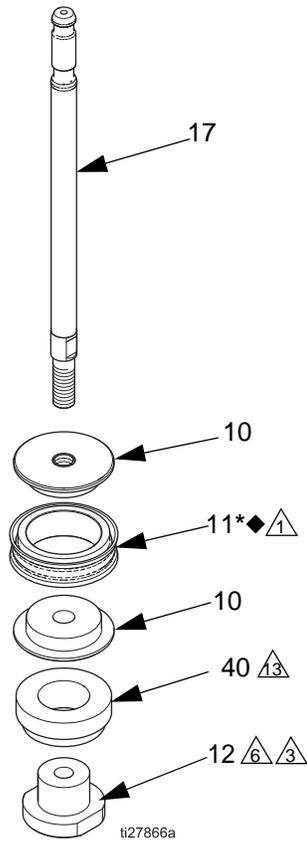

图 2. 拆卸或组装活塞（仅 1000cc、1500 cc 和 2000cc 型）
1. 1000cc, 1500cc, and 2000cc models only: 将活塞 ( 10 ) 的两半放在活塞密封 ( 11◆\* ) 周围, 卡在一起。请参见图 2 ( 第 7 页 )。